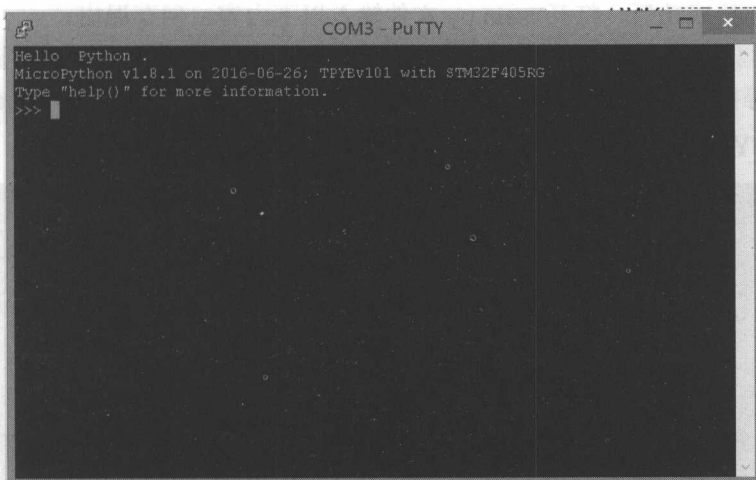

图 C-10
6) 单击【Open】，进行连接。连接成功后，如图 C-10 所示。